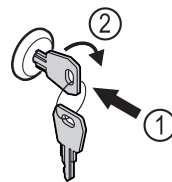

Fig. 180
- ▶ Πιέστε μέσα το κλειδί. Fig. 180 (1)
- ▶ Περιστρέψτε το κλειδί 90° δεξιόστροφα. Fig. 180 (2)